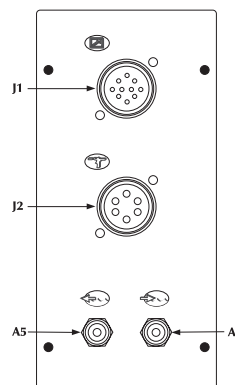
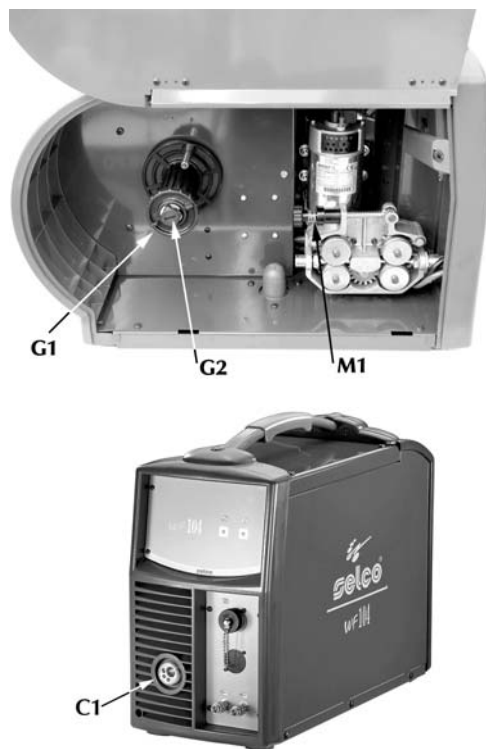

Fig. 19
Fig. 21 Details van het verwijdbare karretje
- Draai de ring (G1 fig.21) van de spoelhaspel en plaats de spoel. Laat ook de metalen pen van de haspel op zijn plaats komen, plaats de ring (G1) weer en stel de frictieschroef (G2 fig.21) af;
- Deblokkeer het treksupport van de motorreductor (M1 fig.21), steek het uiteinde van de draad door de draadgeleidebus en laat hem over de rol lopen, in de toortsbevestiging. Blokkeer het treksupport in zijn positie (M1) en controleer of de draad in de gleuf van de rollen gekomen is.
- Plaats de toorts, compleet met mantel, in de gecentraliseerde aansluiting (C1 fig. 21) en draai de ring ervan volledig aan. Als de toorts watergekoeld is, sluit dan de uitlaat- en retourleidingen aan op de verbindingen (A5-A6 fig. 19). Als de koelvloeistofleidingen van de kabelbundel verbonden zijn en de toorts niet watergekoeld is (vedi 5.1.2). Zet de generator pas aan nadat u gecontroleerd heeft of de connectoren en de snelkoppelingen goed verbonden zijn.